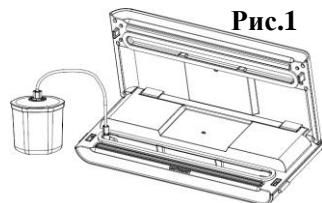

Рис.1
3. Відкрийте кришку апарату. Приєднайте один кінець шланга до отвору для висмоктування повітря, що розташований в області вакуумної камери, а інший — до отвору в центрі кришки контейнера. Ручку на кришці контейнера має бути встановлено в положення «SEAL» («Закрито») — Рис. 1 і 2.